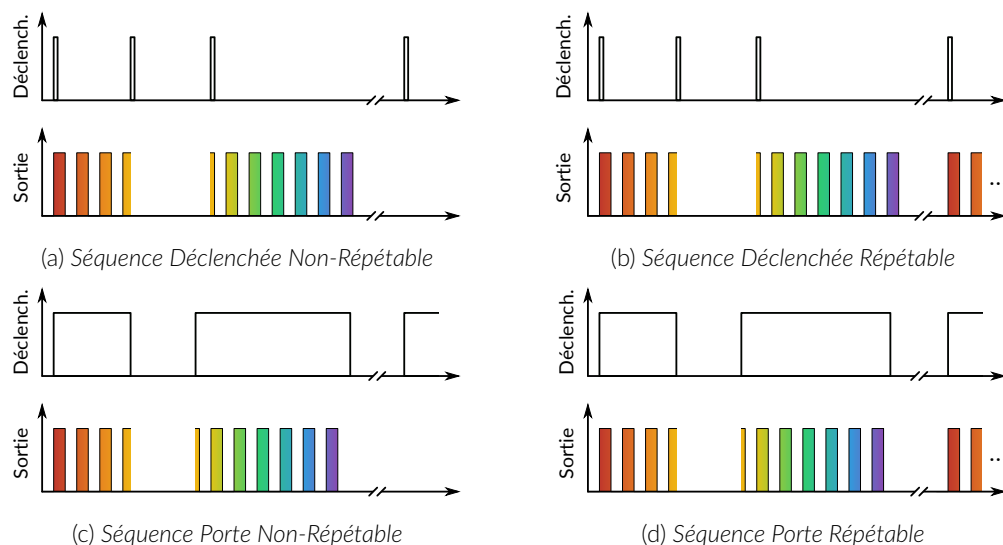

Figure 4.9 – Séquence du mode Pause/Arrêt
- **Pause/Arrêt** : ce mode déclenche la séquence lorsqu'un signal d'entrée supérieure à 3,3 V est détecté sur l'entrée BNC (Fig. 4.9). L'impulsion d'entrée suivante (en mode *Déclenché*, Fig. 4.9a) ou le front descendant (en mode *Porte*, Fig. 4.9c) mettront la séquence en pause et la séquence se poursuivra lorsque le front montant suivant sera reçu. Lorsque la case **Séquence(s) répétée(s)** est cochée, la séquence redémarre avec l'arrivée de la première impulsion d'entrée après la fin de la séquence (Figs. 4.9b et 4.9d).